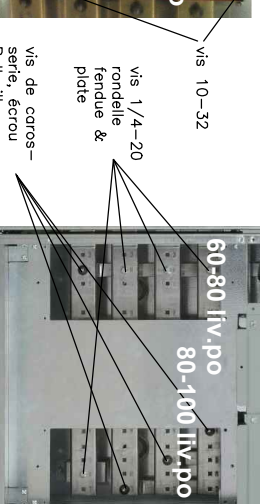

Figure 8
- d) prenez l'une des barres horizontales avec un (1) de chaque: boulon de carrosserie, Belleville & écrou, vis 1/4-20, rondelle fendue & plate. Insérez la barre à travers l'isolant rouge (A Fig.2) et vissez-la sur la barre verticale (Fig.8). La lettre A poinçonnée sur la barre horizontale doit aligner la A verticale.